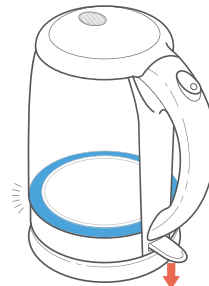

Abbildung 1.3
5. Drücken Sie den **Ein-/Aus-Schalter**. Die blaue Anzeigelampe leuchtet auf. *[Abbildung 1.3]*